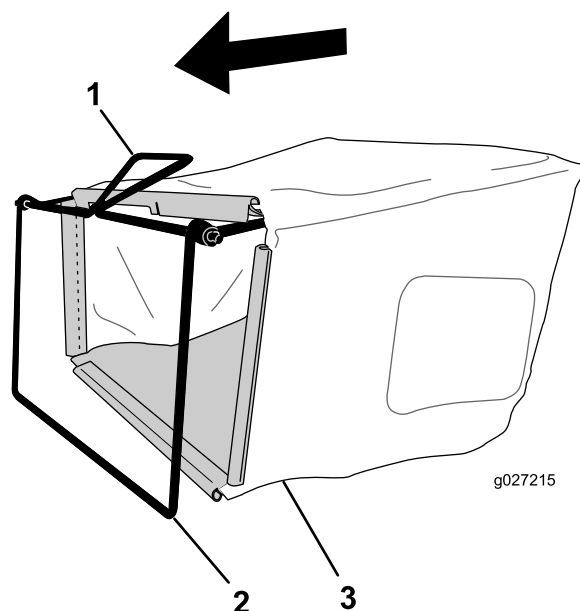

Figura 7
1. Deslize o saco de relva sobre estrutura como se mostra na Figura 7.
Nota: Não deslize o saco sobre o manipulador (Figura 7).